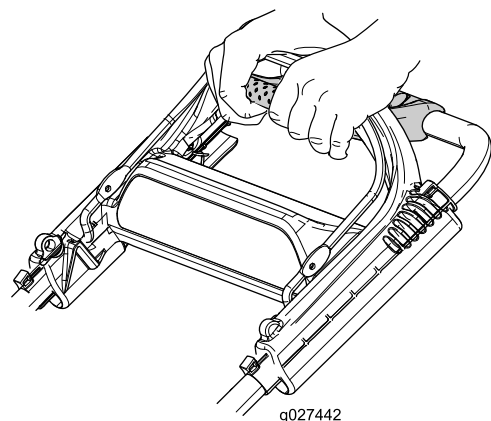

Figura 16
1. Con le dita raggiungete e afferrate gli angoli della stegola per la trazione assistita (Figura 16).